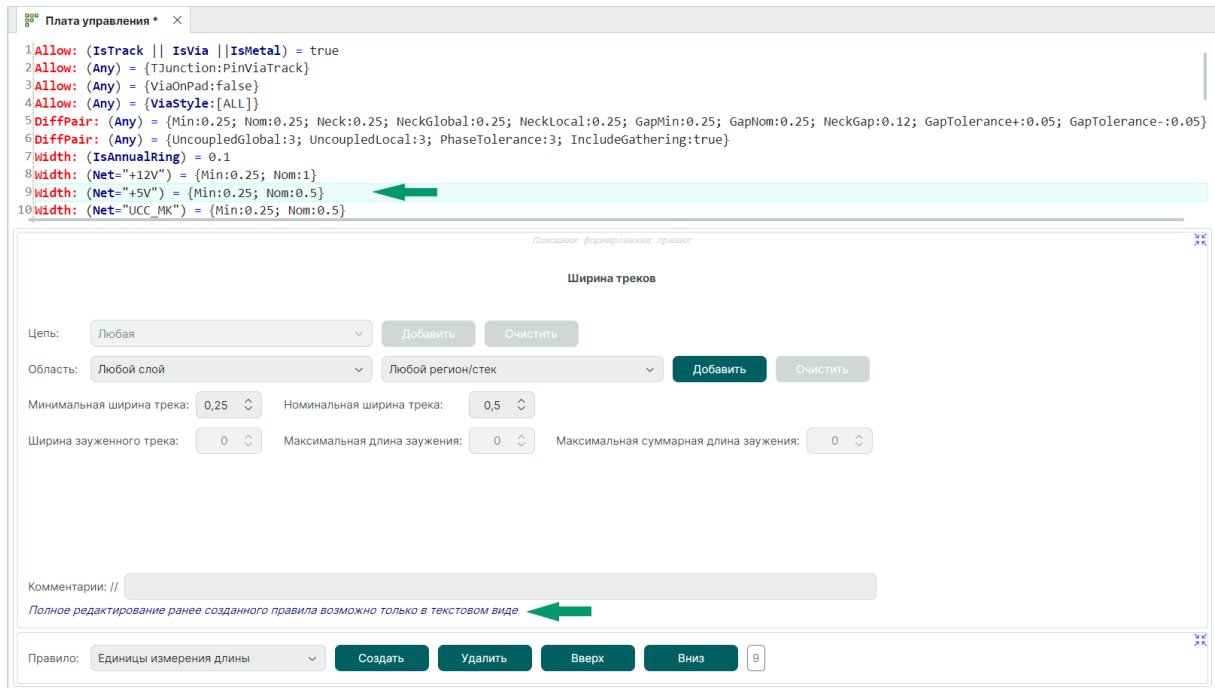

Рис. 14 Вид формы при выделении правила, которое доступно к редактированию частично
- В случае если значения предикатов (подробнее см. Форматы описания) отличаются от установленных по умолчанию, к редактированию доступны значения параметров, уже заданных в строке правил, кроме заданного предиката (предикатов). В этом случае в форме отображается надпись «Полное редактирование ранее созданного правила возможно только в текстовом виде», а поля параметров, которые отсутствуют в правиле, не активны, см. Рис. 14.